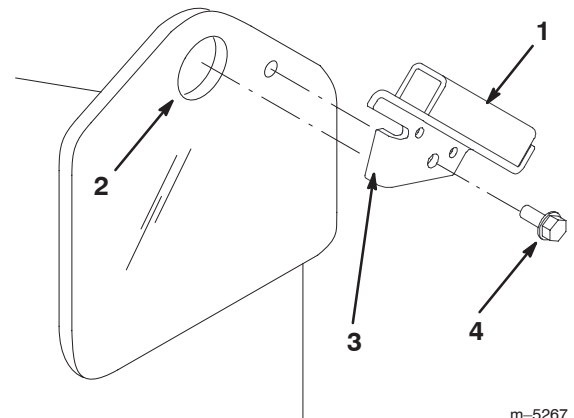

Figure 2
1. Insérez la languette de la patte de l'écran dans le trou du point de levage du groupe de déplacement. Le trou de la patte doit être en face du petit trou situé dans le châssis du groupe de déplacement (Fig. 2).
Remarque : L'écran utilise une patte droite et une patte gauche. Veillez à monter la patte correcte de chaque côté. La languette doit se trouver dans le trou du point de levage et la patte doit être montée à l'extérieur du châssis (Fig. 2).
2. Fixez la patte au châssis à l'aide d'une vis autotaraudeuse (Fig. 2).